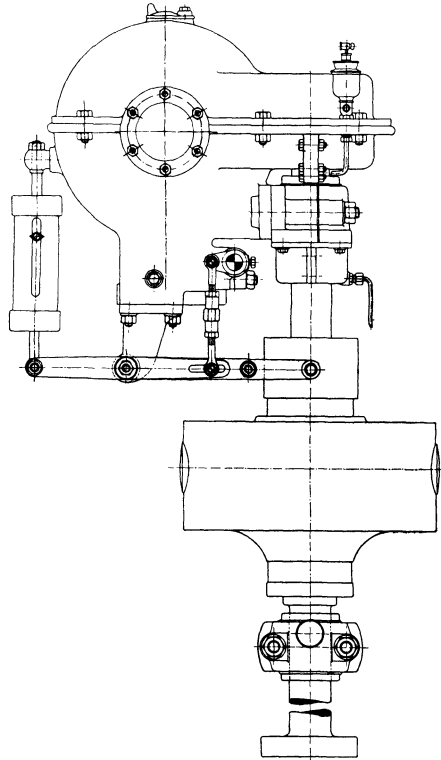

Fig. 22.
76. Ist es zulässig, an den Verbindungsstangen beim Regulator oder bei der Brennstoffpumpe die Flaschenmutter zwecks Längenänderung dieser Stangen zu verschrauben? (Fig. 22.)